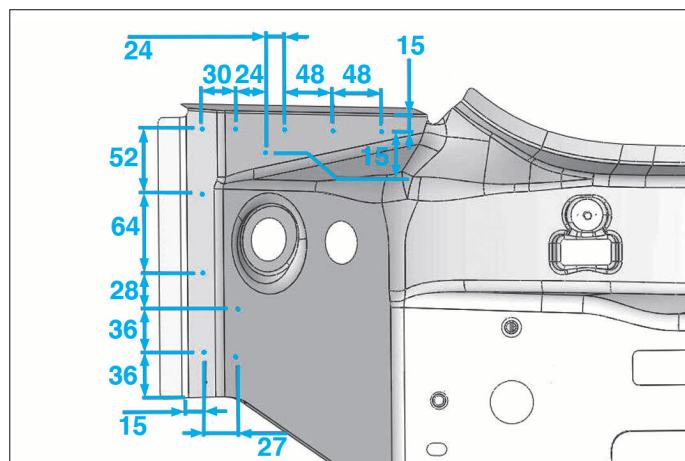

FIG. 85
- Percer les trous de Ø 6,5 mm pour le soudage par bouchonnage (Fig.85).